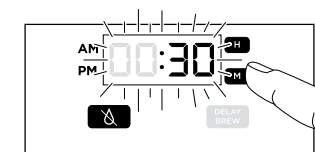

Fig. 13b
- 2 Appuyez sur le bouton heure (H) ou minute (M) jusqu'à ce que la durée désirée soit sélectionnée : dFLt (défaut), :15 (+15 secondes), :30 (+30 secondes), :45 (+45 secondes), :60 (+60 secondes), ou OFF (arrêt) (fig. 13b).